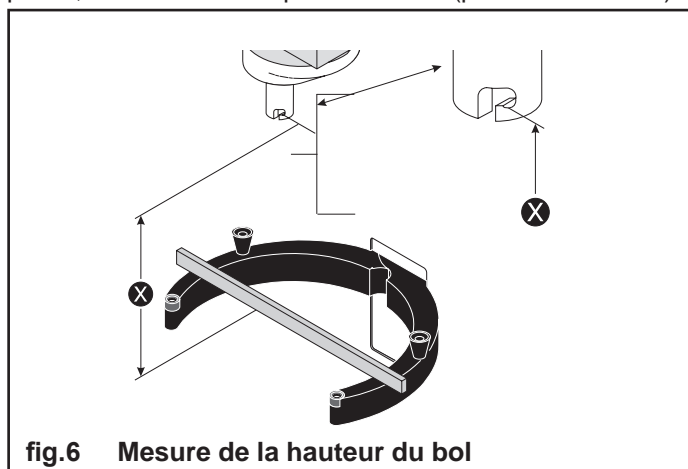

fig.6 Mesure de la hauteur du bol
(X) est la distance séparant le coude de la baïonnette de la portée des bras supports du bol (fig. 6). Cette mesure se prend, les bras étant en position haute (position de travail).